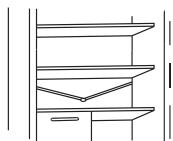

Abb.20
- Die Ablassleitung des Wassers (Abb.20) im Kühlshrankbereich sauber halten, um Wasser darin zu vermeiden.